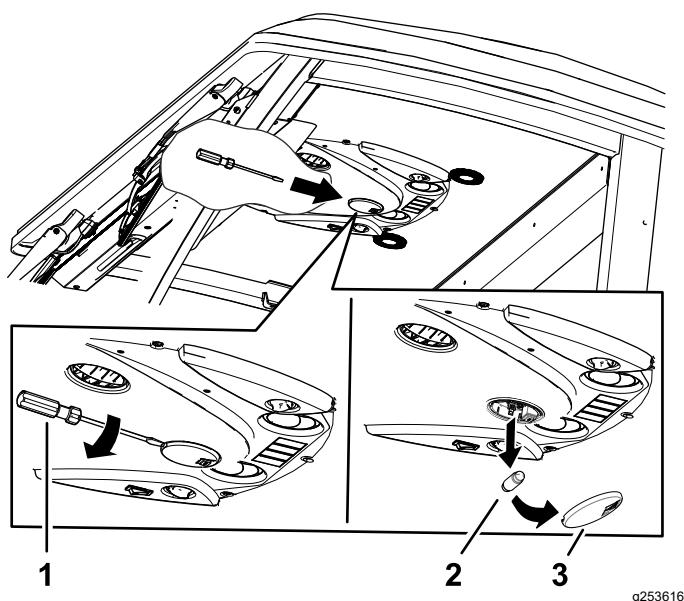

Figure 84
1. Avec un tournevis, enlevez le verre du panneau de commande (Figure 84).
2. Retirez l'ampoule du culot (Figure 84).